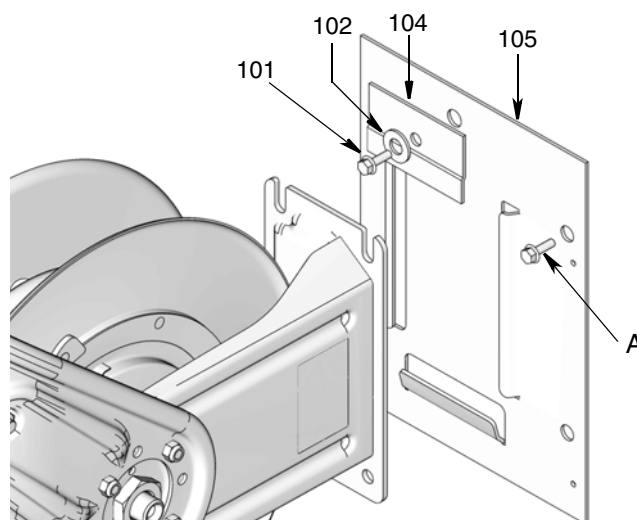

FIG. 5
REMARQUE : Pour les installations au mur ou au plafond, l'utilisateur doit prévoir quatre boulons de fixation et quatre rondelles (A) (FIG. 5) suffisamment solides pour supporter le poids de l'enrouleur de cordon, du cordon et des accessoires. Voir le chapitre Données techniques (page 26) pour les poids des enrouleurs de cordon sans accessoires.
3. Utiliser le socle de l'enrouleur (FIG. 5 – 105) pour indiquer la position des trous de fixation avant de les percer
REMARQUE : Pour faciliter l'installation, d'abord attacher la plaque de fixation (105) au mur (FIG. 5).
4. Percer les trous de fixation. Attacher la plaque de fixation (105) au mur avec les 4 boulons fournis par l'utilisateur (A), qui doivent être suffisamment solides pour supporter le poids de l'enrouleur de cordon, du cordon et des accessoires. Bien serrer les boulons.
5. Glisser l'enrouleur sur la plaque de fixation (105) et mettre la plaque d'appui (104), la rondelle (102) et la vis (101) en place. Bien serrer la vis (FIG. 5).